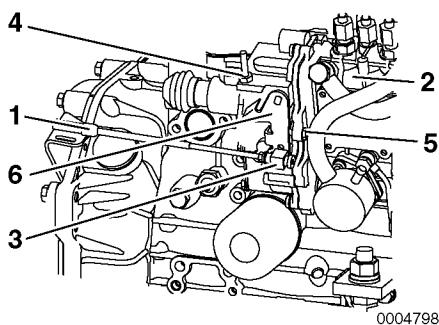

Figure 4
Ne réglez jamais le boulon d'arrêt haute vitesse (Figure 4, (4)) sur le gouverneur. Cela annulerait la garantie du moteur.